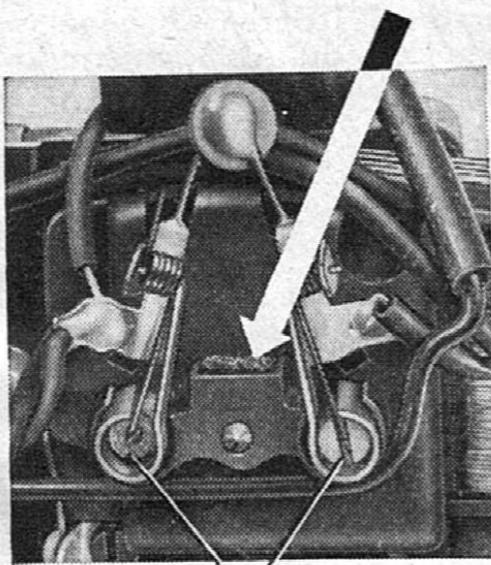

Fig. 2
3. Schmierung. Nach etwa 40 Stunden Laufzeit oder nach längerem Lagern empfehlen wir die Schmierung der Ankerlager und der Lager der Getrieberäder (Fig. 2 und 3). Hierzu ist das Lokomotivgehäuse abzunehmen (siehe Punkt 5). Außerdem sind die in Fig. 4 mit Pfeilen gekenn-